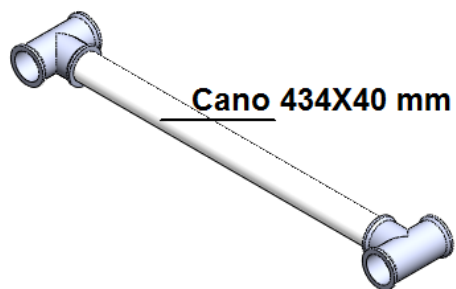

Figura 38. Montagem Final – Passo 11
- Passo 11: Junte 2 conexões “T32 mm” no cano 434X32 mm, como mostrado na figura 38 (1 unidade);